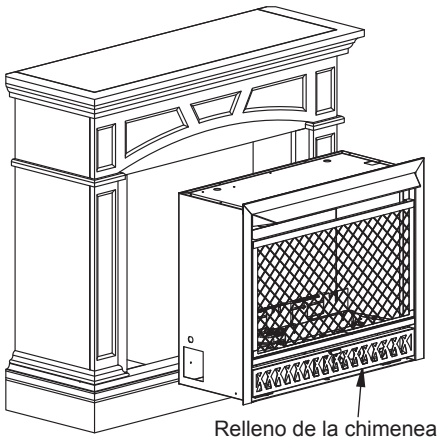

Figura 33
6. Tras el montaje de la repisa de chimenea, elevar a la posición vertical. Con cuidado, empuje el relleno de la chimenea desde el frente de la repisa de chimenea, como se muestra en la Figura 33.